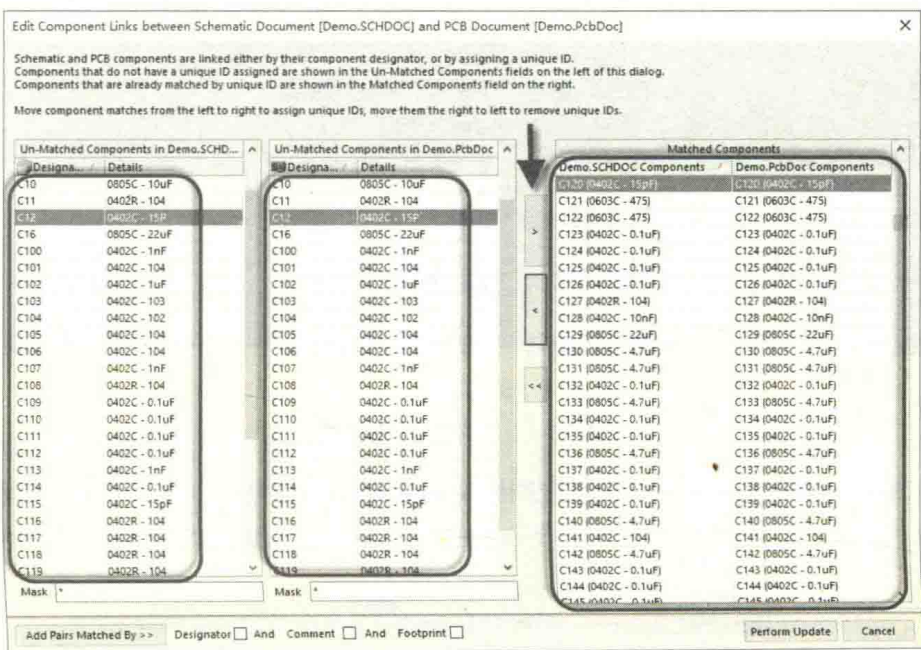

图 11-5 元件的匹配
(4) 在 PCB 设计交互界面中，执行菜单命令“Project-Component Links...”，进行元件匹配，将左边元件全部匹配到右边窗口，单击“Perform Update”按钮，执行更新，如图 11-5 所示。